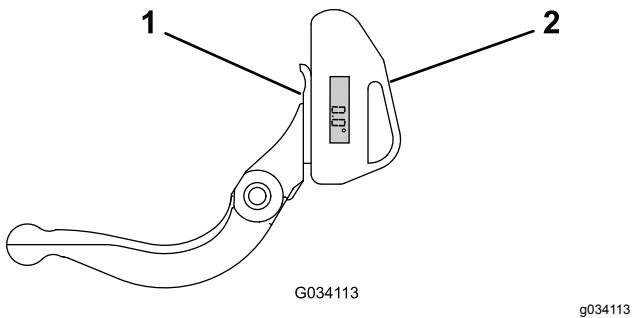

Figure 12
1. Placez l'indicateur d'angle sur la face inférieure de la contre-lame, comme montré à la Figure 12.